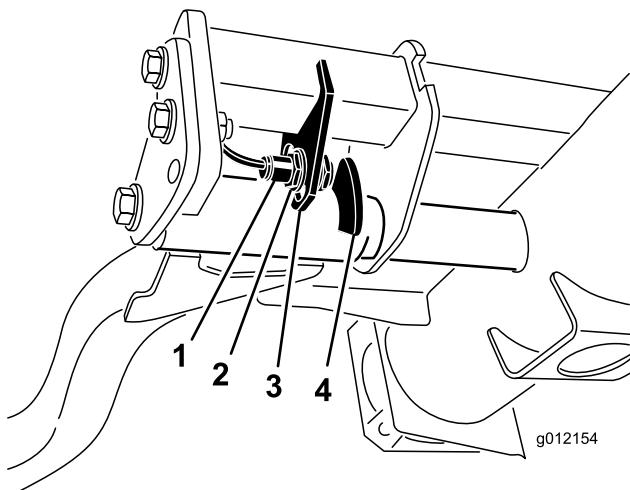

Рисунок 44
- Переключатель подъемного рычага расположен под гидравлическим баком позади переднего правого подъемного рычага (Рисунок 44).
- Ослабьте крепежные винты переключателя (Рисунок 44) и переместите переключатель вниз, чтобы увеличить высоту поворота подъемного